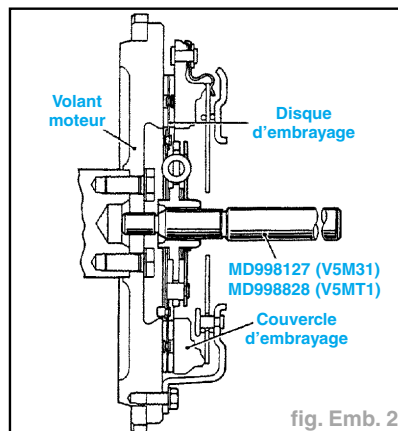

fig. Emb. 2
- A l'aide de l'outil spécial, présenter le disque d'embrayage en place contre le volant moteur (fig. Emb. 2).
- à l'aide de l'outil spécial, présenter le disque d'embrayage en place contre le volant moteur (fig. Emb. 2).